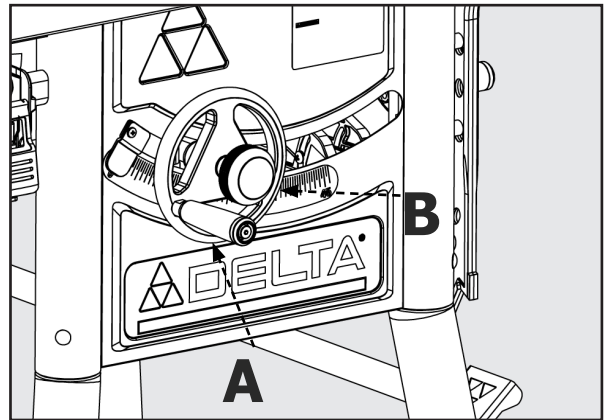

FIGURE 19
Relevez ou abaissez la lame avec le volant de commande (A) situé à l'avant de la scie maximum 45° (voir Figure 19).
1. Avant de soulever ou d'abaisser la lame, veillez à desserrer le bouton de verrouillage (B) en le tournant dans le sens antihoraire.